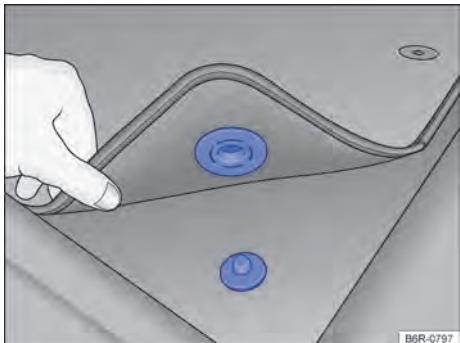

Fig. 23 Tapete dianteiro do lado do condutor com fixação no pino do carpete.
- ✓ Acomodar bem o tapete na área para os pés do lado do condutor de modo que não obstrua a área dos pedais. Dependendo da versão do veículo, o tapete dianteiro do lado do condutor pode ter fixação no pino do carpete → **Fig. 23**.